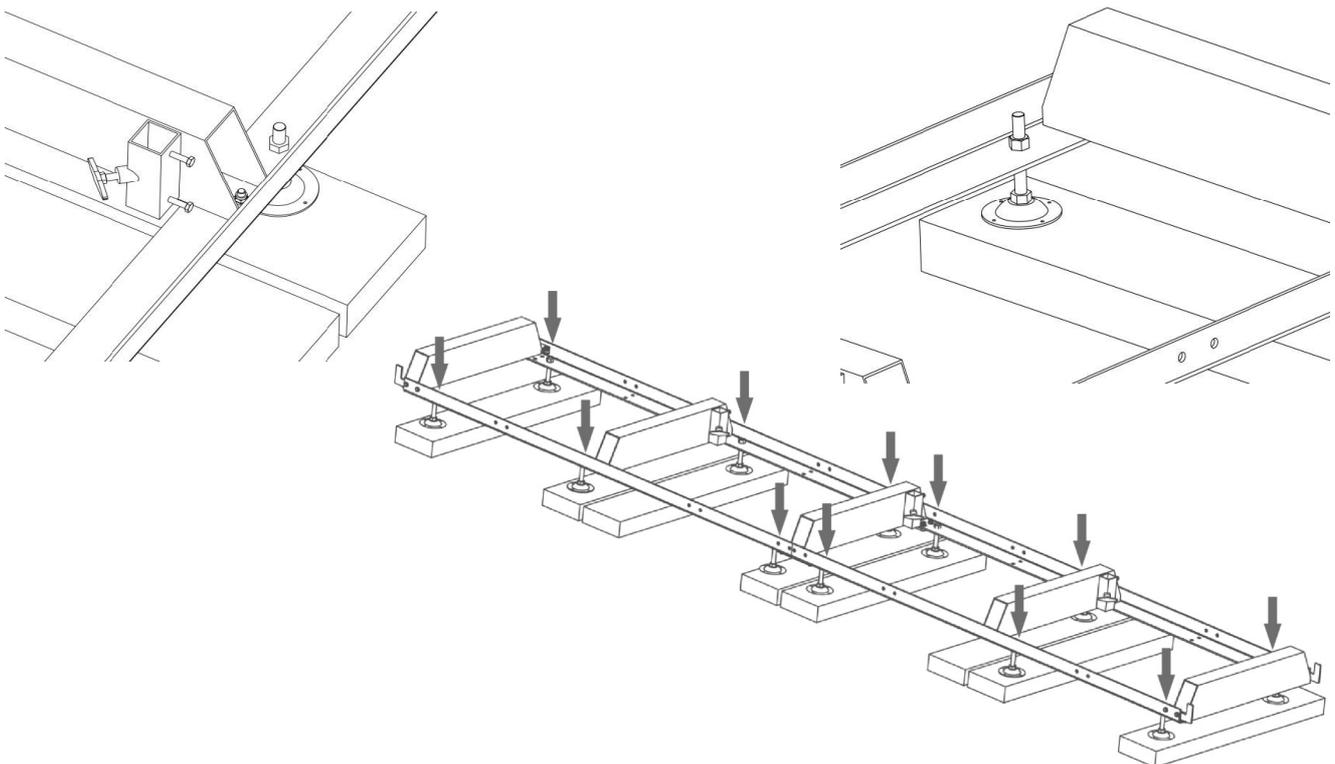

Abb.5-6: Montage Schwellen und Nivellierung
6. Verschrauben Sie die Nivellierfüße mit den Schwellen (Abb. 5-6), sobald der Sägekopf nivelliert ist. Bevor Sie den Sägekopf mit den Schwellen verschrauben, müssen Sie unbedingt eine Schnur an beiden Seiten des Sägekopfs entlang ziehen, um sicherzustellen, dass die eben montierten Schienen gerade und eben sind.
Insgesamt gibt es 154 Nivellierfüße an der Maschine. Auf den Zwischenkojen wechseln sich die Nivellierfüße ab. Wir empfehlen, die Nivellierfüße auf den Schwellen zu platzieren, die von links nach rechts verlaufen, wie (Abb. 5-6) gezeigt. Achten Sie darauf, dass die Kojen ebenfalls waagrecht sind. Dazu verwenden Sie eine Wasserwaage, die Sie von links nach rechts über jedes Bett legen, und eine Schnur, die Sie über die gesamte Länge der Schienen ziehen. Die Schnur muss ca. 10 mm über den Kojen liegen.